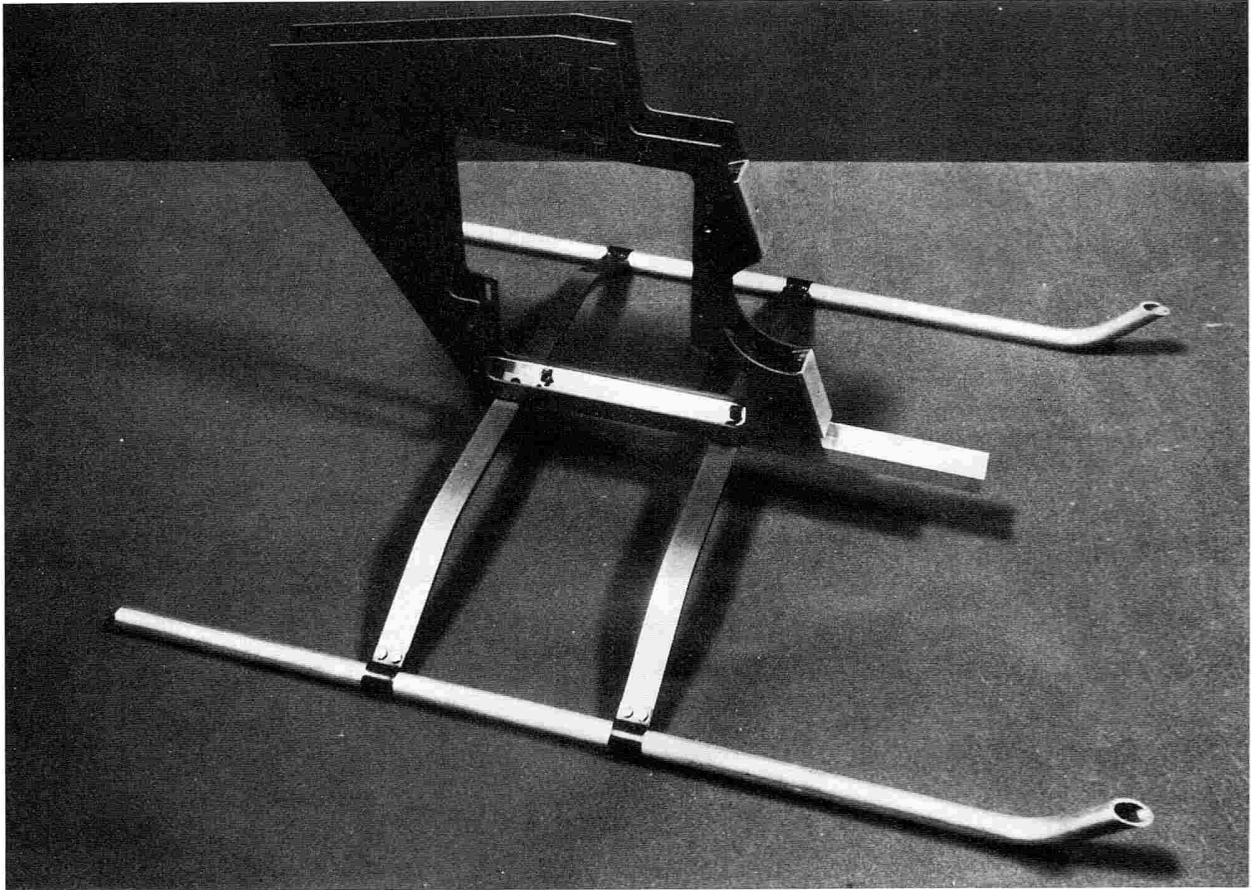

Abb. 1 Montiertes Chassis mit Kufen
**Hinweis!** prüfen Sie vor dem Festhalten der Schrauben, daß die Kufenträger und Kufen rechtwinklig zum Chassis verlaufen (Abb. 1).